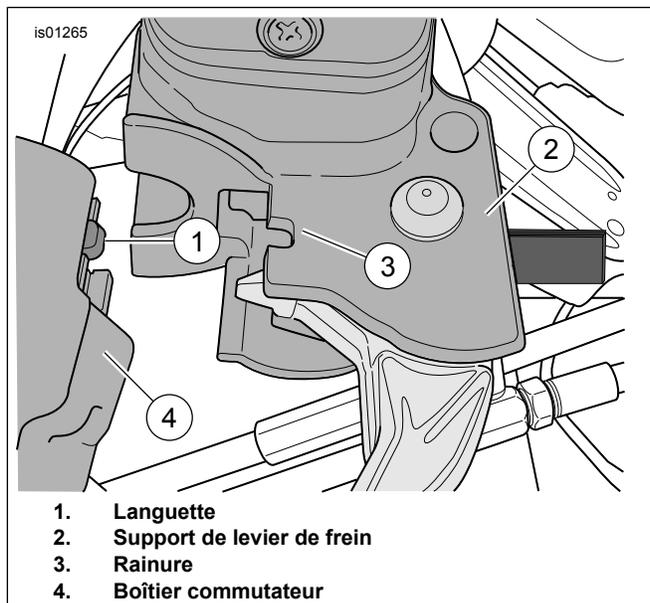

Figure 9. Support du levier de frein vers le boîtier commutateur
5. Voir Figure 9. Positionner l'ensemble levier de frein/maître-cylindre à l'intérieur de l'ensemble de boîtier commutateur (4) en engageant la languette (1) du boîtier de commutateur inférieur dans la rainure (3) située en haut du support de levier de frein (2).